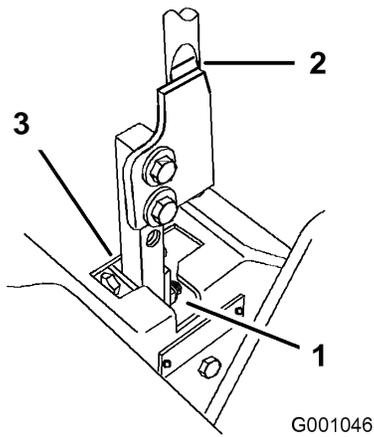

Figura 64
5. Mueva la palanca a la posición de punto muerto, pero no bloqueada (Figura 64).
6. Tire hacia atrás de la palanca hasta que el pasador (en el brazo debajo del eje pivotante) entre en contacto con el extremo de la ranura (empezando justo a tensar el muelle) (Figura 64).
7. Compruebe la posición de la palanca de control con relación a la muesca de la consola (Figura 64). Debe estar centrada para que la palanca pueda girar hacia fuera a la posición de bloqueo/punto muerto.